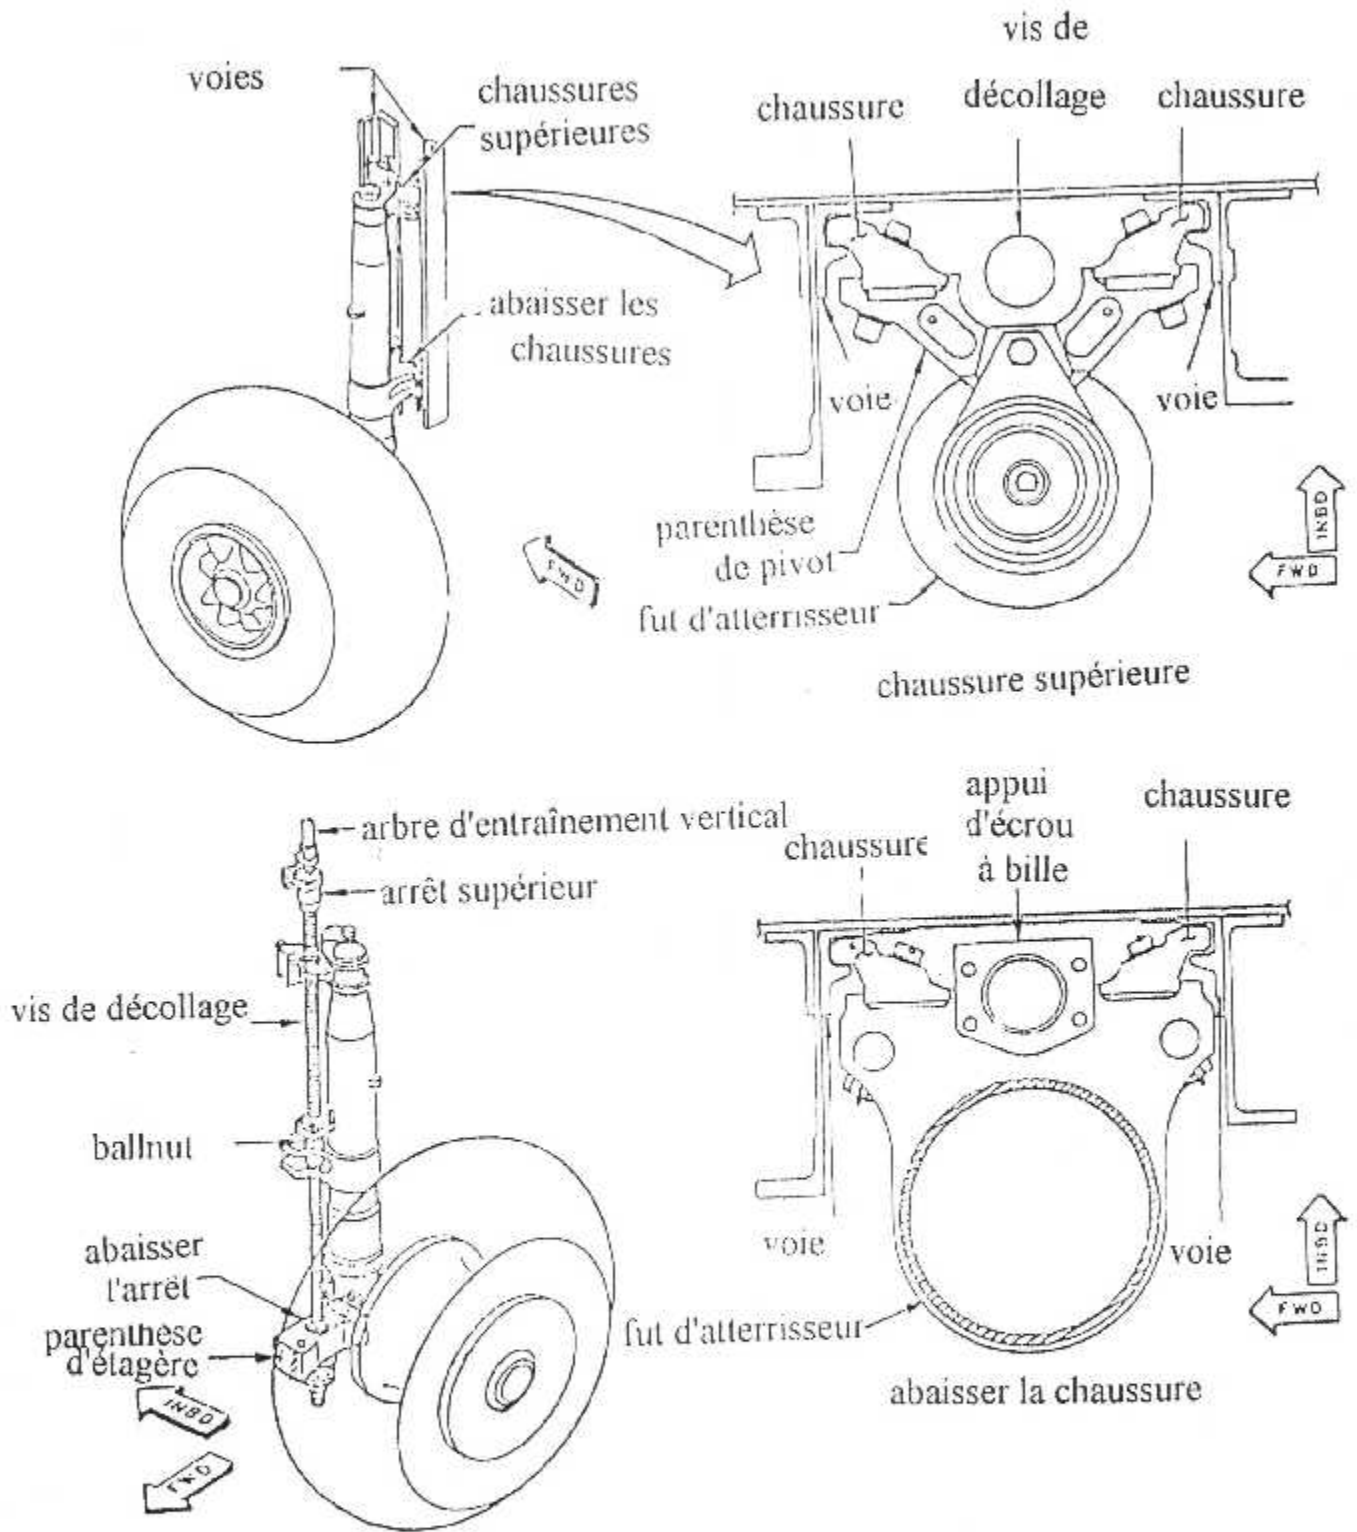

Figure : 11
**II.5. Mécanisme de relevage des trains principaux : (figure 11 , 12 et 13)**